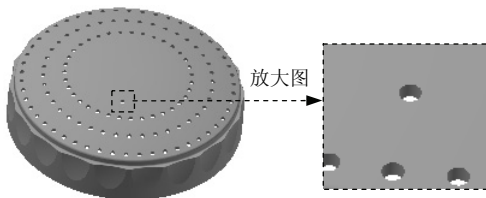
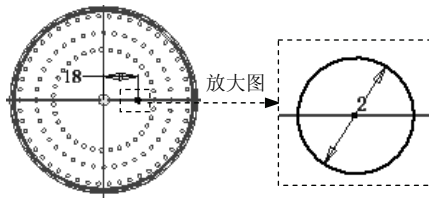

图 7.19 拉伸 4
图 7.20 截面草图
(2) 选择要阵列的特征。在图形区中选取拉伸特征 3 (或在浏览器中选择“拉伸 3”特征)。
(3) 定义阵列参数。
① 定义阵列轴。在“环形阵列”对话框中单击 按钮, 然后在浏览器中选取“Y 轴”为环形阵列轴。
② 定义阵列实例数。在 **放置** 区域的 按钮后的文本框中输入数值 35。
③ 定义阵列角度。在 **放置** 区域的 按钮后的文本框中输入数值 360.0。
(4) 单击 **确定** 按钮, 完成环形阵列的创建。
Step 16 创建图 7.19 所示的拉伸特征 4。
(1) 选择命令。在 **创建** ▾ 区域中单击 按钮, 系统弹出“创建拉伸”对话框。
(2) 定义特征的截面草图。单击“创建拉伸”对话框中的 **创建二维草图** 按钮, 选取 XZ 平面作为草图平面, 进入草绘环境。绘制图 7.20 所示的截面草图, 单击 按钮。